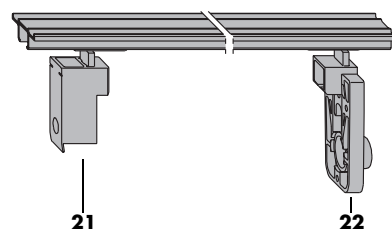

Bild 7
- Führungsschiene KH0130-01 (30) mit eingeschobener Führung, oben vorne (21) und Führung, oben hinten (22) (Bild 7) am Rahmen anschrauben (siehe Seite 11).